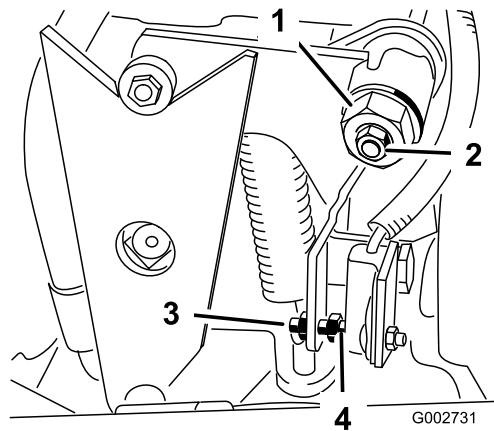

Bild 33
4. Lockern Sie die Sicherungsmutter an der Fahrantriebs-Einstellnocke (Bild 33).
5. Lassen Sie den Motor an und drehen das Sechskant (Bild 33) der Nocke in beide Richtungen, um die zentrale Stellung im Neutralbereich ausfindig zu machen.
3. Stellen Sie die Schraube ein, bis der Abstand 1,5 mm $\pm 0,8$ mm (Bild 33) beträgt.